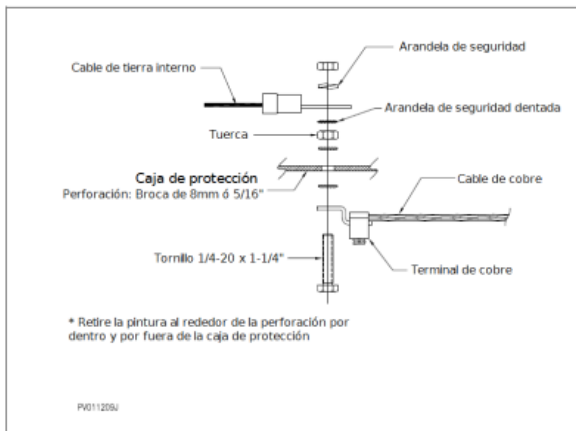

Figura 53: Fijación de los cables de aterrizamiento a la caja de protección.
3. Corte el cable de cobre y fíjelo a la parte exterior de la caja de protección, como se muestra en la Figura 53